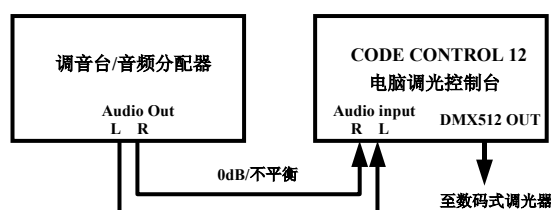

图 4-3
4.2 音乐同步信号连接方法 音乐信号为走灯程序提供同步信号源，连接方法见图 4-3。音乐信号可以取自音频系统的调音台或音频信号分配器的输出端。**CODE Control 12** 电脑调光控制台的 L/R 音频输入采用 1/4" 单声道插座，如需把两个系统进行电气隔离，可在音频系统的调音台或音频信号分配器输出端与 **CODE Control 12** 电脑调光控制台走灯音乐同步信号输入端之间插入音频隔离变压器。